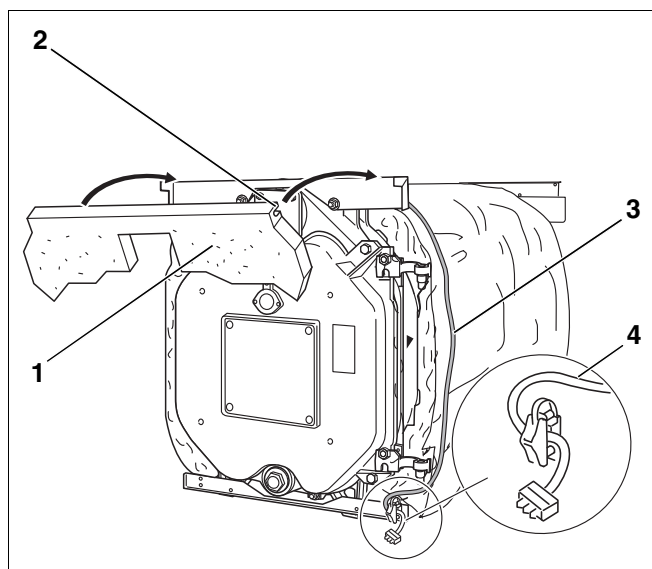

Fig. 34 Montaggio – Isolamento termico anteriore
- Spingere l'isolamento termico anteriore (fig. 34, [1]) con l'intaglio (fig. 34, [2]) sulla piegatura anteriore della traversa superiore.
- Far scendere lateralmente il cavo del bruciatore (fig. 34, [3]) sull'isolamento termico del blocco caldaia.
- Fissare il fermo antitrazione del cavo del bruciatore, con due viti, alla traversa inferiore (fig. 34, [4]).